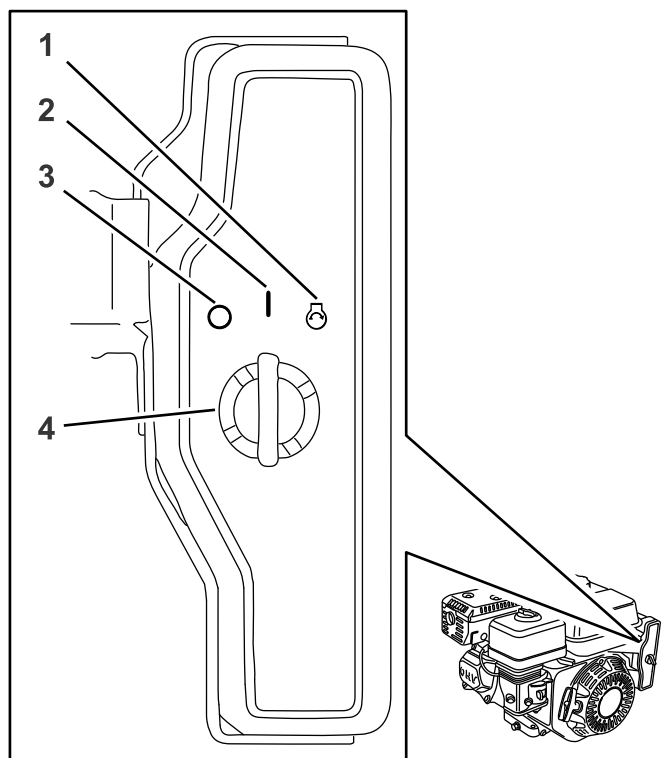

Figura 16
4. Gire el interruptor de encendido a la posición de CONECTADO (Figura 16).
5. Gire la llave a la posición de ARRANQUE, y manténgalo en esa posición hasta que el motor arranque (Figura 16).